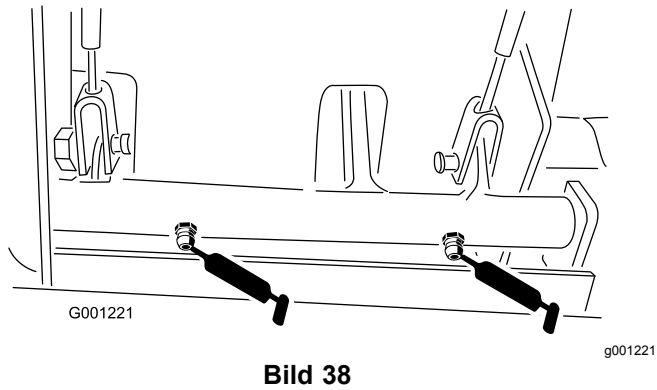

Bild 38
- Bremsdrehbüchsen (Bild 38)
- Bremskabel (am Antriebsrad und Bremspedal) (Bild 38)